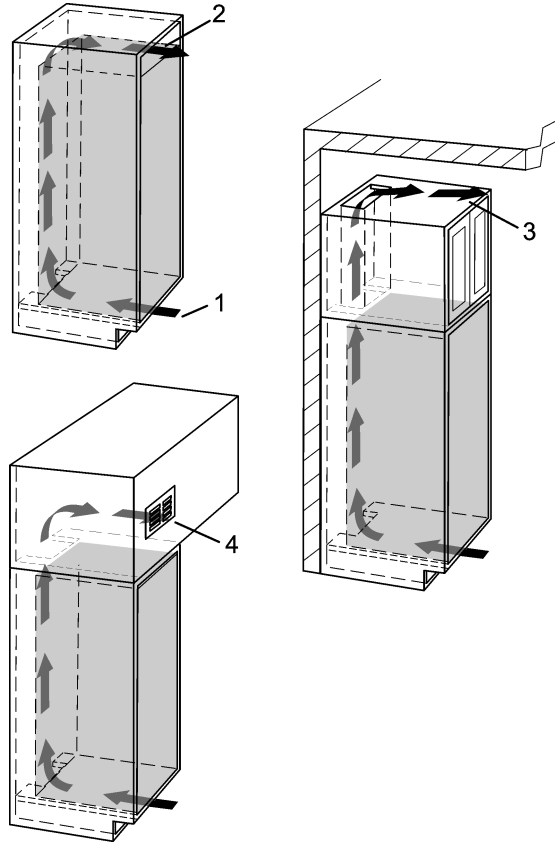

Fig. 4
- Prévoir une section d'aération efficace d'au moins 31 pouces² (200 cm²) sur l'entrée Fig. 4 (1) et la sortie d'air Fig. 4 (2).
- La section supérieure d'aération peut soit parvenir directement au dessus de l'appareil Fig. 4 (2), au dessus d'un élément de l'armoire Fig. 4 (3) soit sous forme d'une ouverture de proximité du plafond et d'une évacuation d'air intégrée à un faux plafond Fig. 4 (4).